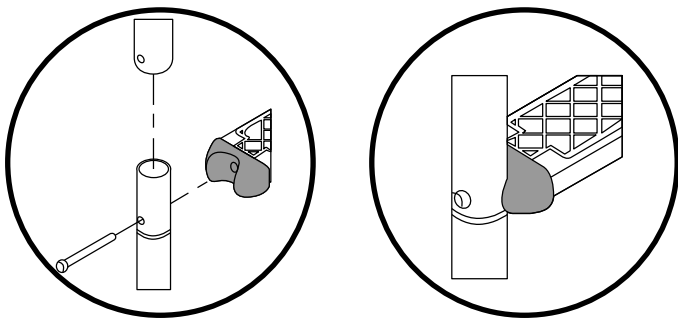

Fig. 22/Abb. 22/Afb. 22
FR A.- Assembler les rampes supérieure (1) et inférieure (10) en les introduisant l'une dans l'autre et les fixer aux marches (9) et celles-ci à l'aide des vis (11), des écrous (8) et des rondelles (7) correspondantes. (Fig.22)
B.- Monter les butées (12) de la rampe, pour éviter que l'escalier puisse abîmer la piscine.